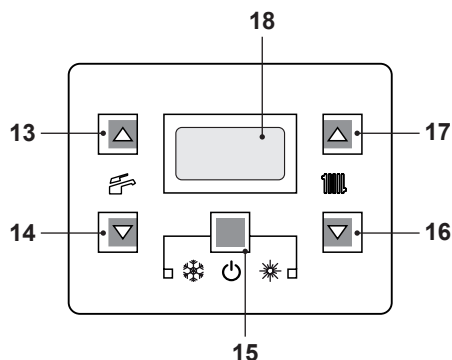
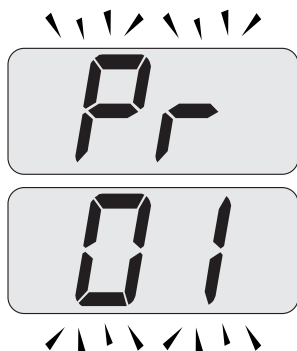

Figura 8.3
Figura 8.4
- Entrare in "modalità programmazione" premendo contemporaneamente per 10 secondi i tasti 15 - 16 - 17 (Figura 8.3) fino a far apparire sul display LCD le lettere Pr che si alternano con il codice 01, indicanti l'entrata nel "parametro 01" (Figura 8.4).
- Premere contemporaneamente i tasti 15 e 17 (Figura 8.3) fino a far apparire sul display LCD il valore del parametro 05 (00=G20) (Figura 8.6).
- Premendo il tasto 15 (Figura 8.3) si ottiene la conferma del valore inserito.
- Premendo contemporaneamente i tasti 15 e 16 (Figura 8.3) si esce senza modificare il valore (ritorno alla lista parametri Figura 8.5)
- Premendo contemporaneamente per 10 secondi i tasti 15 - 16 - 17 (Figura 8.3) si esce dalla "modalità programmazione".